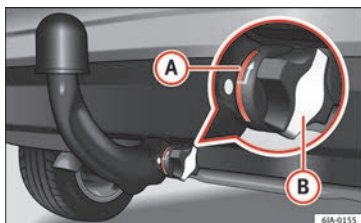

Abb. 200 Ordnungsgemäße Befestigung der Kugelkopfstange
- Die rote Markierung (A) » Abb. 200 am Handrändelrad ist auf die weiße Markierung an der Kugelkopfstange gerichtet ist.
- Die Abdeckung (B) auf das Schloss des Handrändelrads aufgesetzt wurde.